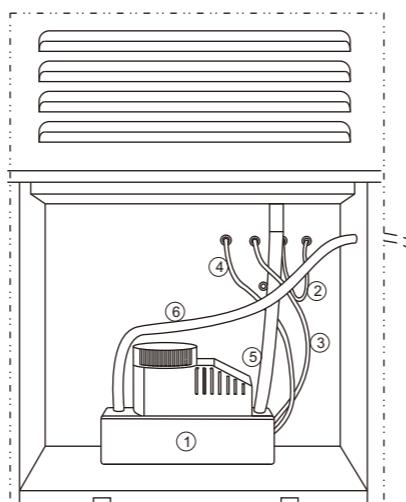

FIG. 4
- Koble fra alarmsignalet for full vanntank (②) fra den midtre kontakten og koble den til den høyre kontakten for å feste den.
- Koble strømkabelen (④, svart) fra vannpumpen (①) til den venstre kontakten.
- Koble ledningen til vanntank full-signalet (③, blå) for vannpumpen til den midtre kontakten.
- Koble til innsugings- (⑤) og utslippslangene (⑥) for vannpumpen (se FIG. 4)